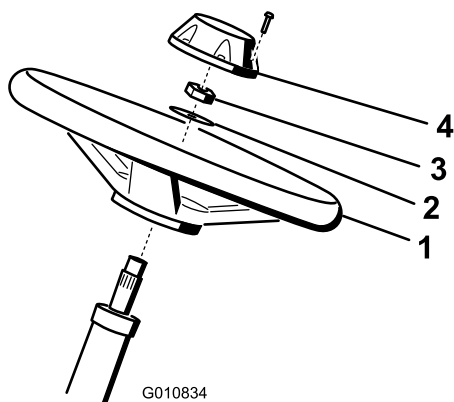

Figure 4
1. Glissez le volant sur l'arbre de direction (Figure 4).
2. Glissez la rondelle sur l'arbre de direction (Figure 4).
3. Fixez le volant sur l'arbre au moyen d'un contre-écrou serré à un couple de 27 à 35 N·m (Figure 4).
4. Montez le couvre-moyeu sur le volant et fixez-le avec 6 boulons (Figure 4).